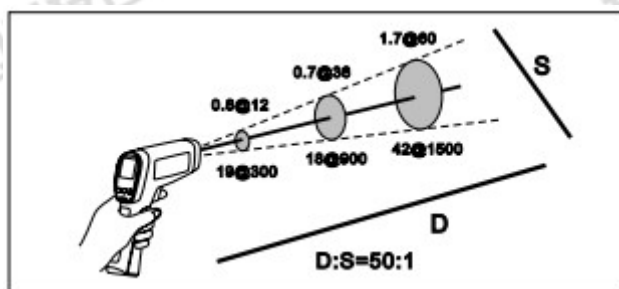

图 6. 距离与光点尺寸
随着与被测目标距离 (D) 的增大, 仪器所测区域的光点尺寸 (S) 变大。光点尺寸表示 90 % 圆内能量。当测温仪与目标之间的距离为 1000 mm (100 in), 产生 20 mm (2 in) 的光点尺寸时, 即可取得最大 D:S。见图 6。